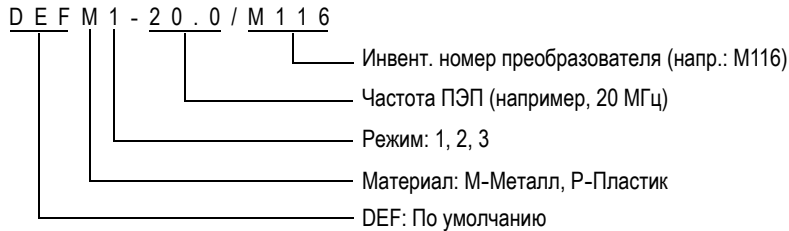

Рис. 5-3 Выбор настройки для одноэлементного ПЭП
- c) В окне ПО УМОЛЧ. для используемого типа преобразователя (см. Рис. 5-3 на стр. 57) в списке доступных настроек по умолчанию выберите настройку для используемого ПЭП.